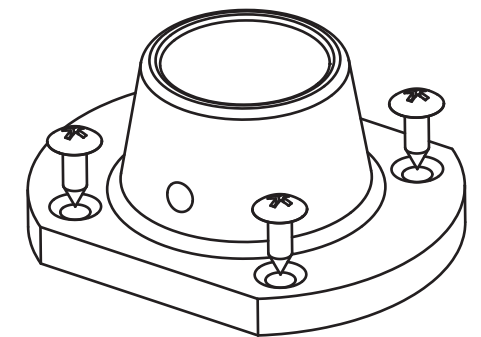

Figure 2
2. Locate the mounting holes as shown in figure 1 a, b, c and afix the bottom positioner to the closet floor with (4) 3/4" x #8 oval headed screws. Note: Shaft locking screw must face the closet opening. (See figure 2)
2. Trouver les trous de montage suivant les indications de l'illustration 1 et installer la base du positionneur du bas au plancher de la garde-robe avec 4 vis à tête ovale 3/4" x #8. Note: La vis de blocage de l'axe doit faire face à l'ouverture du placard. (Voir le figure 2)